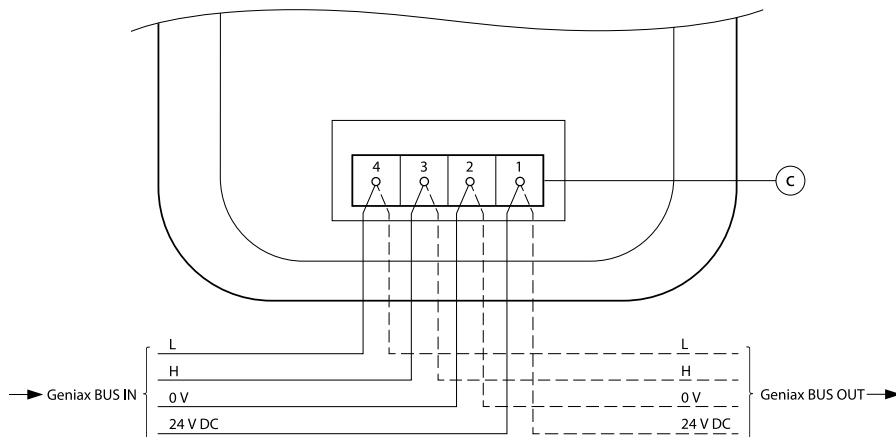

Fig. 18-1a: Anschluss Geniax Bediengerät an Geniax BUS-System
- Die Aderenden des **ankommenden** Buskabels (Geniax BUS IN, vgl. Fig. 18-1a) 5-6 mm abisolieren.
- Die vier farbigen Adern (rot, schwarz, gelb, weiß) des **ankommenden** Buskabels (Geniax BUS IN) an die entsprechenden Klemmen des Klemmenblocks c anschließen gem. Tab. 18-1 und Fig. 18-1a.
- Bediengerät terminieren gem. Fig. 18-1a, falls das Bediengerät letzter Busteilnehmer des BUS-Systems oder einer BUS-Linie ist.
- Die Aderenden des **weiterführenden** Buskabels (Geniax BUS OUT, vgl. Fig. 18-1a) 5-6 mm abisolieren.
- das **weiterführende** Buskabel (Geniax BUS OUT) an die entsprechenden Klemmen des Klemmenblocks c anschließen gem. Tab. 18-1 und Fig. 18-1a.